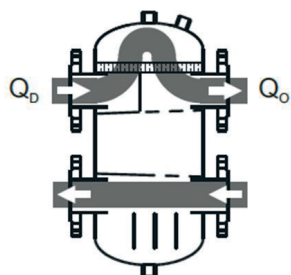

Fig 1
- Abb. 1 – Der Durchfluss auf der Primärseite ist genauso groß wie der Durchfluss auf der Sekundärseite. Die gelieferte Wärmemenge ist so groß wie die verbrauchte Wärmemenge.